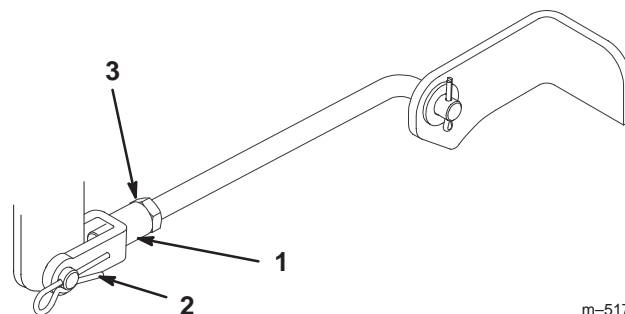

Figure 43
- Pour régler l'inclinaison avant/arrière des lames, enlevez la goupille fendue des chapes des tourillons avant et desserrez les contre-écrous (Fig. 43).
- Tournez les chapes sur les tourillons pour modifier le réglage (Fig. 43). Serrez les chapes (raccourcissez les tourillons) pour relever l'avant du plateau, et desserrez-les (allongez les tourillons) pour abaisser l'avant du plateau.